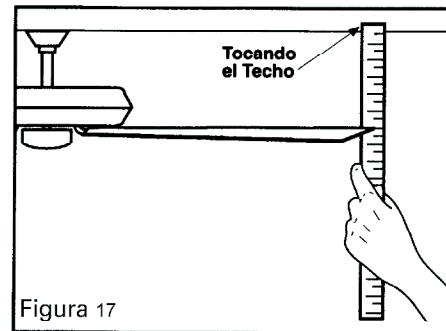

Figura 17
2. Muchos de los problemas de oscilación se producen cuando la altura de las aspas son desiguales. Verificar altura seleccionando un punto en el techo sobre la punta de una de las aspas. Medir desde un punto en el centro de cada aspa al punto en el techo. Medir esta distancia como muestra la Figura 17. Rotar el ventilador hasta que la próxima aspa quede en posición para cada aspa. Las medidas deben mantenerse dentro de 1/8". Operar el ventilador por 10 minutos.